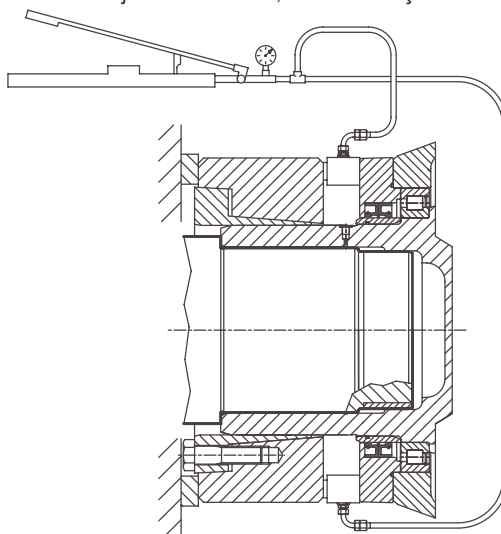

Fig. 5
- Se com esse método o redutor não se liberar, desde que o acoplamento do eixo não assegure a manutenção da pressão, será possível agir, se o espaço o permitir, no modo representado na fig. 5, utilizando cones de ajuste hidráulicos, fazendo reação nos 2 pinos a